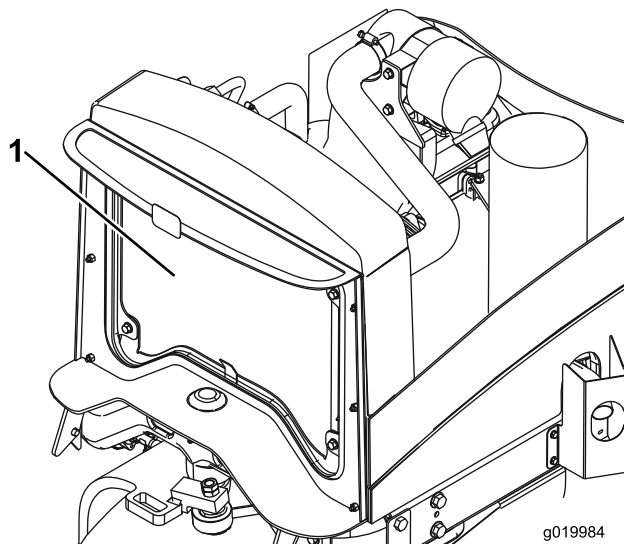

図 57
2. オイルクーラ/ラジエターの裏表を圧縮空気で丁寧に清掃する (図 57)。